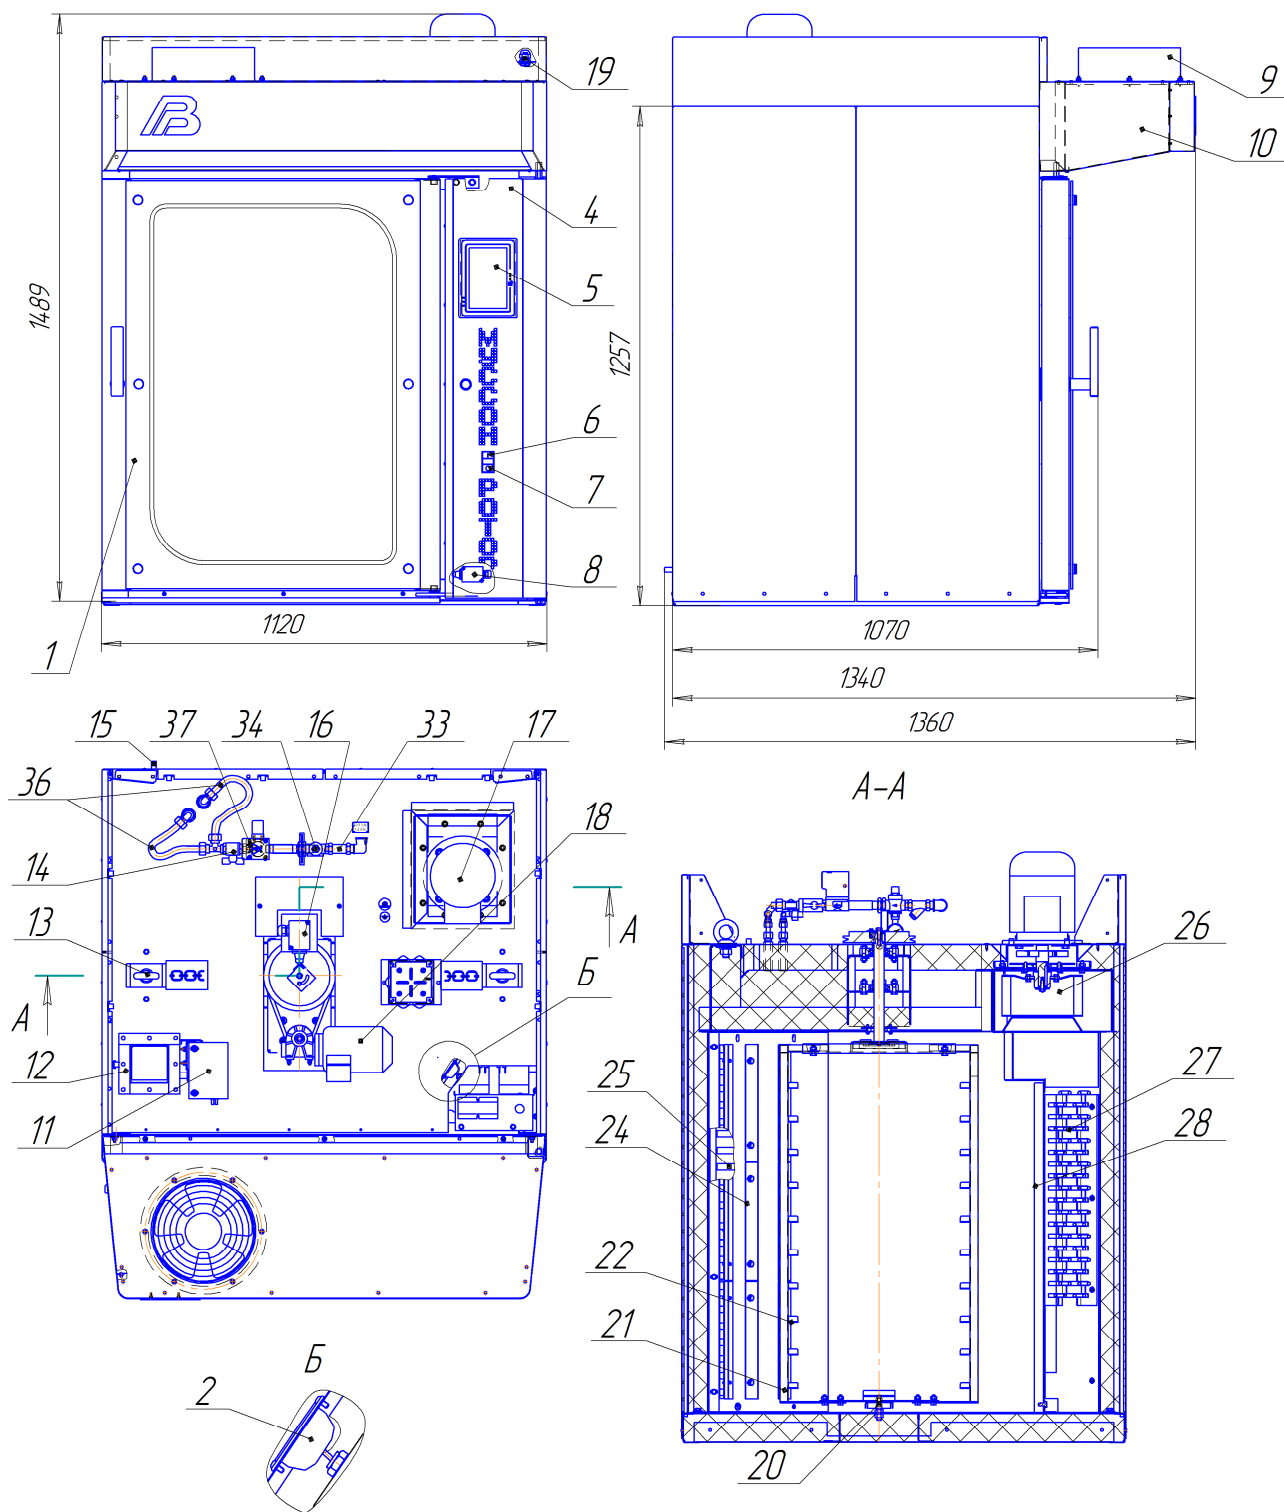

Рисунок 1 - Общий вид печи
- снять панель жалюзи поз.24 (рис.1)
Кабель пропустить через отверстие в вводном кабельном зажиме поз.19 (рисунок 1).